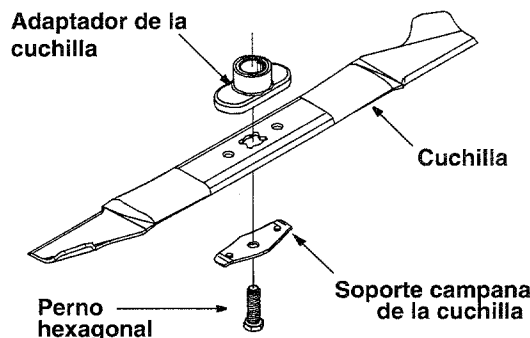

Figura 14
- Extraiga el perno y el soporte de la campana de la cuchilla que sujeta la cuchilla y el adaptador al cigüeñal del motor. Vea la Figura 14.
- Instale el adaptador de la cuchilla en el cigüeñal con la "estrella" alejada del motor. Vea la Figura 14.
- La Figura 14 muestra el orden correcto de ensamblado.